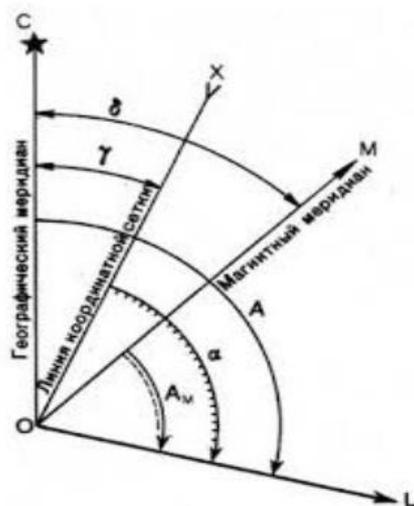

Рис.3.1 Исходные направления и ориентирные углы
**Дирекционный угол** – горизонтальный угол, отсчитываемый от северного направления осевого меридиана зоны или линии, параллельной ему, до направления данной линии по ходу часовой стрелки. Обозначается  $\alpha$ , изменяется от 0 до  $360^\circ$  (рис.3.1).